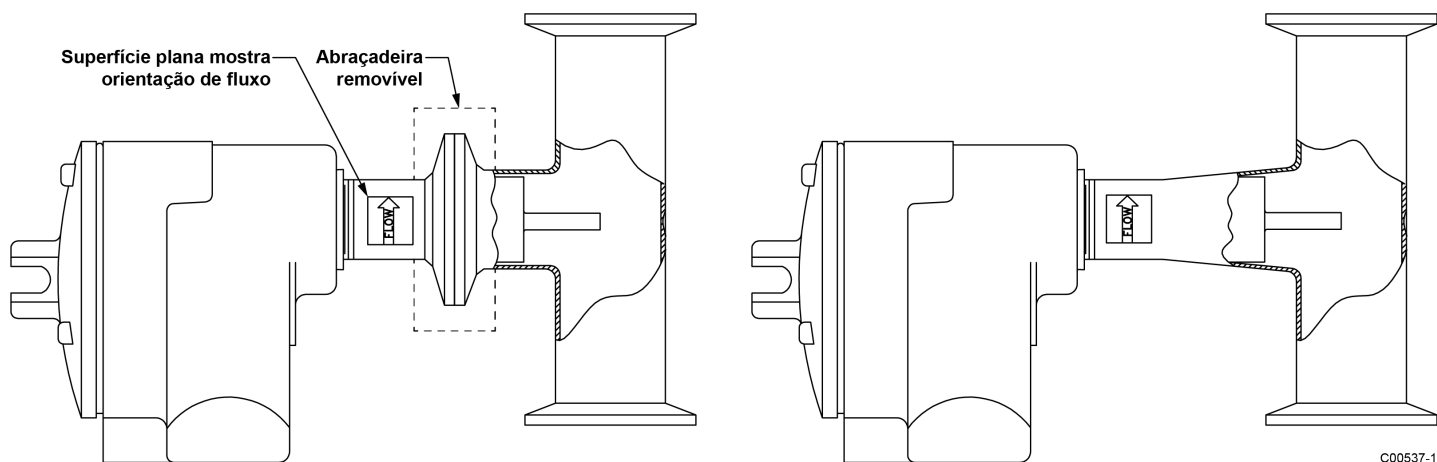

Figura 5 – Elementos de Fluxo Sanitário FLT93C (RC e CIP)
O instrumento é inserido na conexão de processo com conexões de braçadeiras removíveis. O conjunto sanitário de Braçadeira Removível (RC) contém uma conexão de braçadeira removível com o elemento de fluxo. O conjunto sanitário de Limpeza no Local (CIP) tem o elemento de fluxo soldado diretamente no tubo de processo fixo. Fora isso, estes instrumentos funcionam exatamente da mesma maneira que o FLT93F ou FLT93S. Veja no Apêndice A o diagrama das dimensões dos instrumentos. A Figura 5 também mostra os conjuntos sanitários.